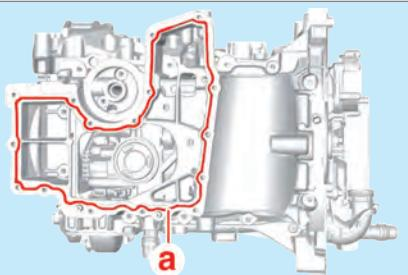

Fig.1
- Points particuliers à la repose : appliquer un cordon de pâte d'étanchéité (a) de 4 mm d'épaisseur sur le plan de joint du carter d'huile supérieur (Fig.1).